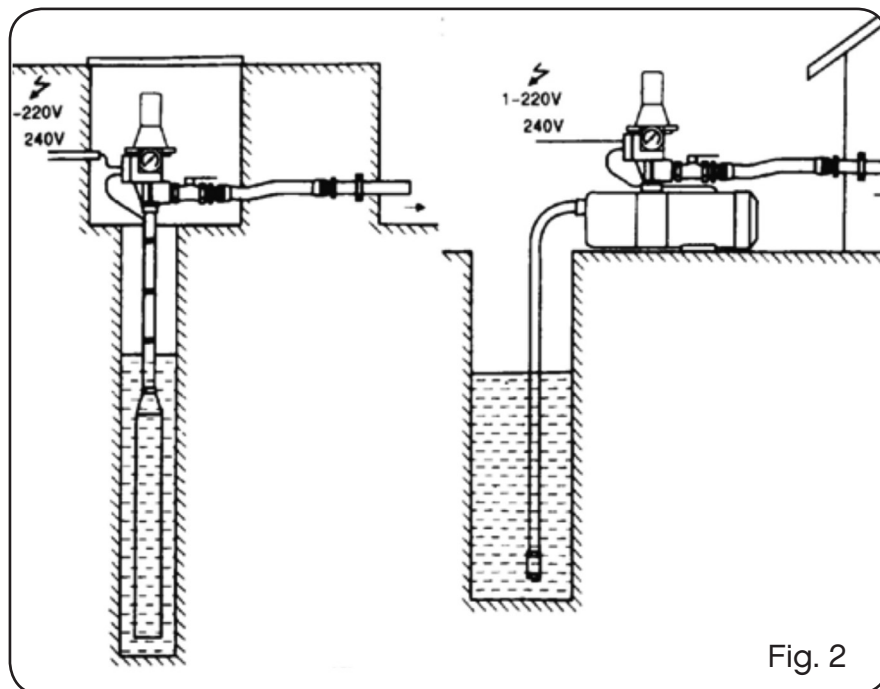

Fig. 2
- Instalar o aparelho num ponto qualquer entre a compressão da bomba e o primeiro ponto de utilização, tal como indica na Fig. 2. O interrupto de fluxo automático deverá ser instalado sempre em posição vertical, ligando a boca de entrada (rosca macho 1") directamente a saída da bomba; e a saída lateral (rosca fêmea 1") a rede. Evitar válvulas de retenção na saída. Certificar-se da perfeita vedação das conexões hidráulicas. Se for utilizada uma bomba com pressão máxima superior a 10 bar, é necessário instalar um redutor de pressão no ingresso do aparelho. Para a ligação eléctrica da versão fornecida sem cabos, seguir o esquema da cobertura da placa electrónica.